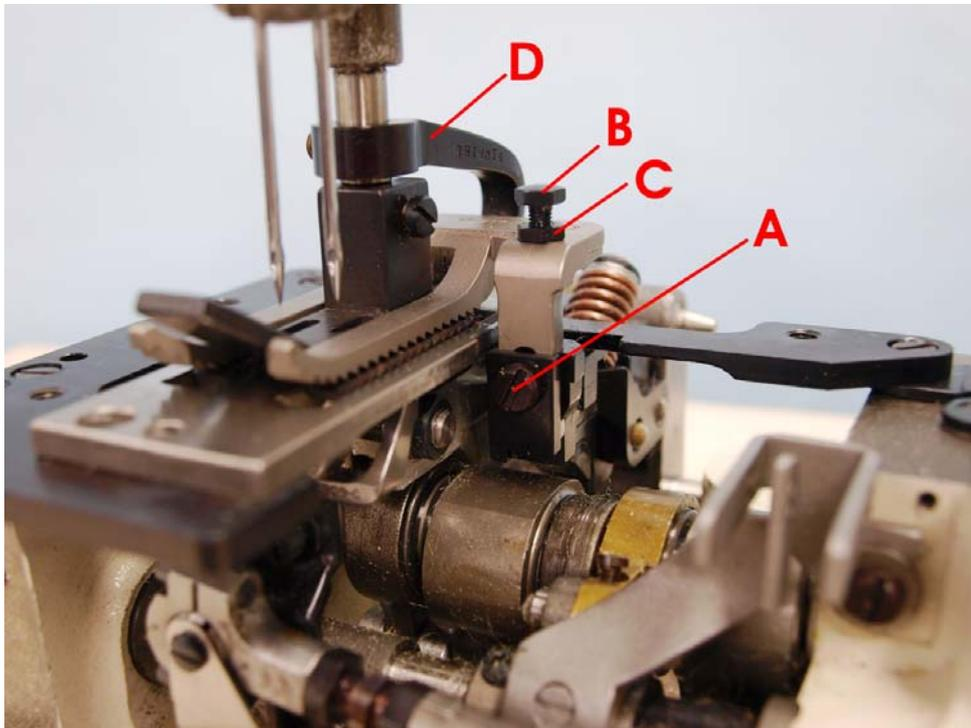

Fig. 14
The upper feed dog is screwed on with screw (A, Fig. 14) to the guide as shown in picture.
Der Obertransporteur wird mit der Schraube (A, Fig. 14) in der Führung, wie im Bild gezeigt, angeschraubt. Die Schraube (B) mit der Kontermutter (C) dient der Höheneinstellung des Obertransporteurs. Dieser sollte so eingestellt sein, daß zwischen den Transporteurzähnen beider Transporteure 0,1 mm Spielraum ist, wenn sich der Obertransporteur in der unteren und der Untertransporteur in der oberen Stellung befindet. Beide Transporteure sollen in der Bewegung waagrecht zu einander stehen.